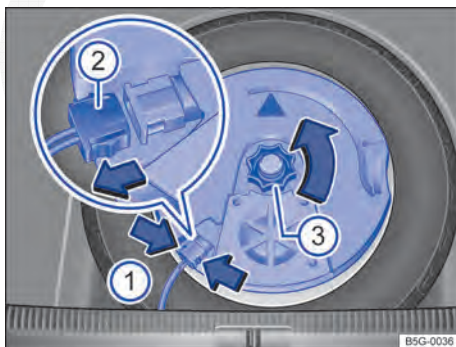

Fig. 212 No compartimento de bagagem: desinstalar a caixa selada.
- Para destravar o conector ⇒ Fig. 212 ②, comprimir as linguetas ⇒ Fig. 212 (setas ①).
- Puxar o conector ② e colocar de lado o condutor elétrico removido.
- Desrosquear o manípulo ③ no sentido anti-horário (seta).